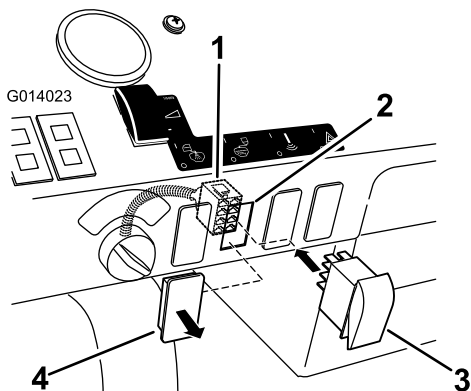

Рисунок 29
1. Найдите заглушку переключателя эдуктора на панели приборов (Рисунок 29). Это вторая заглушка вверх от замка зажигания.
2. Снимите заглушку с панели приборов (Рисунок 29).
4. Установите выключатель на корпусной разъем через панель приборов, при этом светодиод на выключателе должен быть в верхнем положении (Рисунок 29).